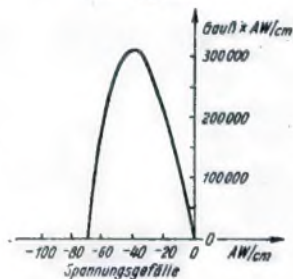

Bild 17
2. Beispiel: Für die Erzielung derselben Werte sei ein Wolframstahl vorgesehen, dessen Kennlinie in Bild 1 niedergelegt ist. Wir vervielfachen die Werte der Felddichte mit den Werten des Spannungsgefälles und tragen die Produkte abhängig vom Spannungsgefälle auf. Aus der so erhaltenen Kennlinie (Bild 17) entnehmen wir als günstigste ein magnetisches Spannungsgefälle von rund 40 AW/cm. Dazu gehört eine Felddichte von $320 000 : 40 = 8000$ Gauß. Zu 40 AW/cm und 1600 AW ergibt sich die Magnetstahl-Länge zu $1600 : 40 = 40$ cm. Zu 8000 Gauß und 30 000 Feldlinien erhalten wir $30 000 : 800 = 3,75 \text{ cm}^2$.